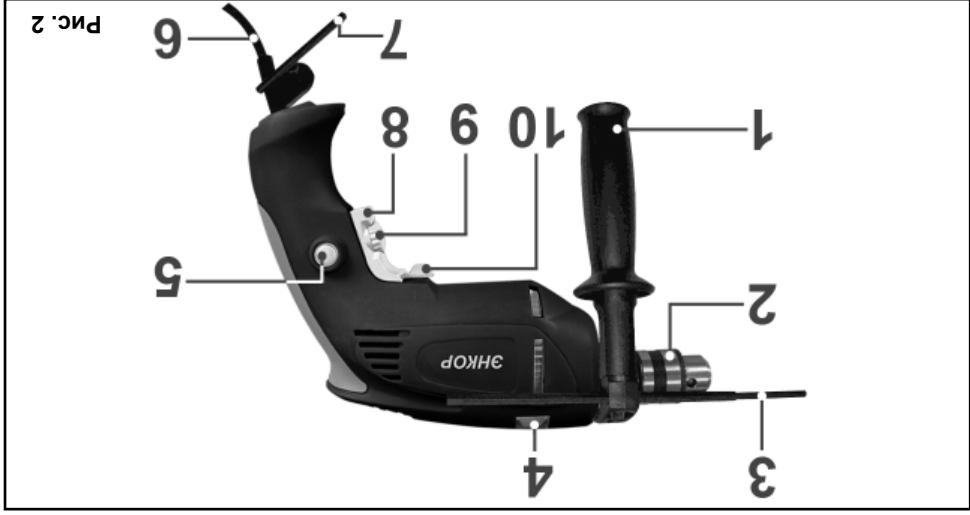

Рис. 2
6. УСТРОЙСТВО ДРЕЛИ (Рис. 2)
7. СБОРКА (Рис. 2)
7.3. Установите ключ (7) в гнездо на муфте кабеля.
8. ПОДГОТОВКА К РАБОТЕ И РЕГУЛИРОВКА (Рис. 2)